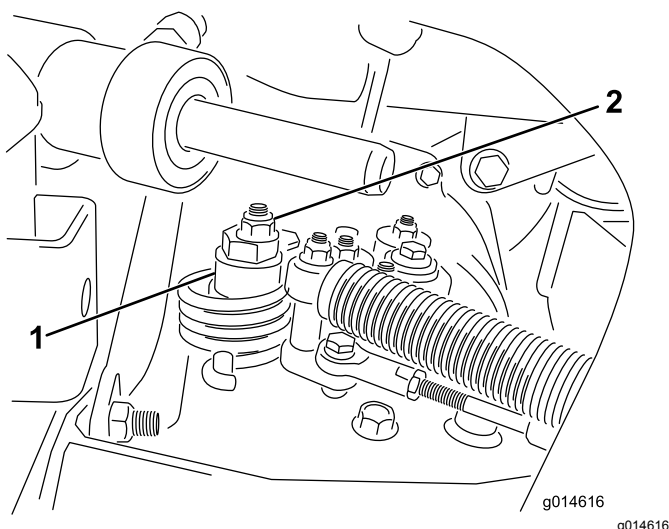

Figure 51
- A. Desserrez l'écrou de fixation de l'excentrique en haut de l'hydrostat (Figure 51).
- C. Tournez l'excentrique jusqu'à ce que la roue ne tourne plus dans aucune direction. Lorsque la roue arrête de tourner, serrez l'écrou pour bloquer l'excentrique et le réglage (Figure 51). Vérifiez le réglage avec la commande d'accélérateur en position Bas régime, puis Haut régime.